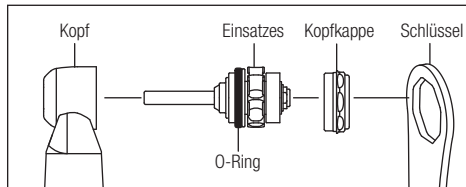

Abb. 6
- Stellen Sie sicher, dass die beiden O-Ringe (Abb. 6) korrekt an der Patrone angebracht sind.